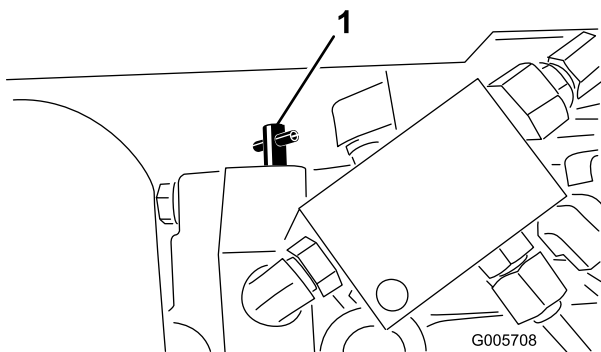

Bild 34
1. Fassen Sie das Sicherheitsventil am Getriebe an und drehen Sie es eine halbe oder ganze Umdrehung nach links (Bild 34). Bei geöffnetem Ventil wird im Getriebe ein interner Durchgang geöffnet, wodurch keine Berührung mit dem Getriebeöl erfolgt. Weil das Öl umgangen wird, lässt sich die Antriebseinheit ohne Schäden am Getriebe bewegen.